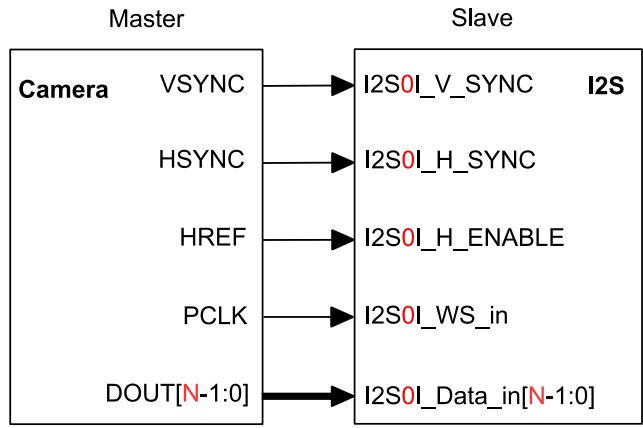

图 8-15. Camera 从机接收模式
ESP32-S2 I2S 可以配置成 Camera 从机接收模式，以此实现与外部 camera 模块的高速数据传输。在此模式下，I2S 模块工作在从机接收模式下，除了 16 路数据信号总线 I2S0I\_Data\_in[15:0] 外，还有 I2S0I\_H\_SYNC、I2S0I\_V\_SYNC 和 I2S0I\_H\_ENABLE 信号，具体管脚连接如图 8-15 所示。
2. 根据表 40 和图 8-15 的描述，配置信号管脚。